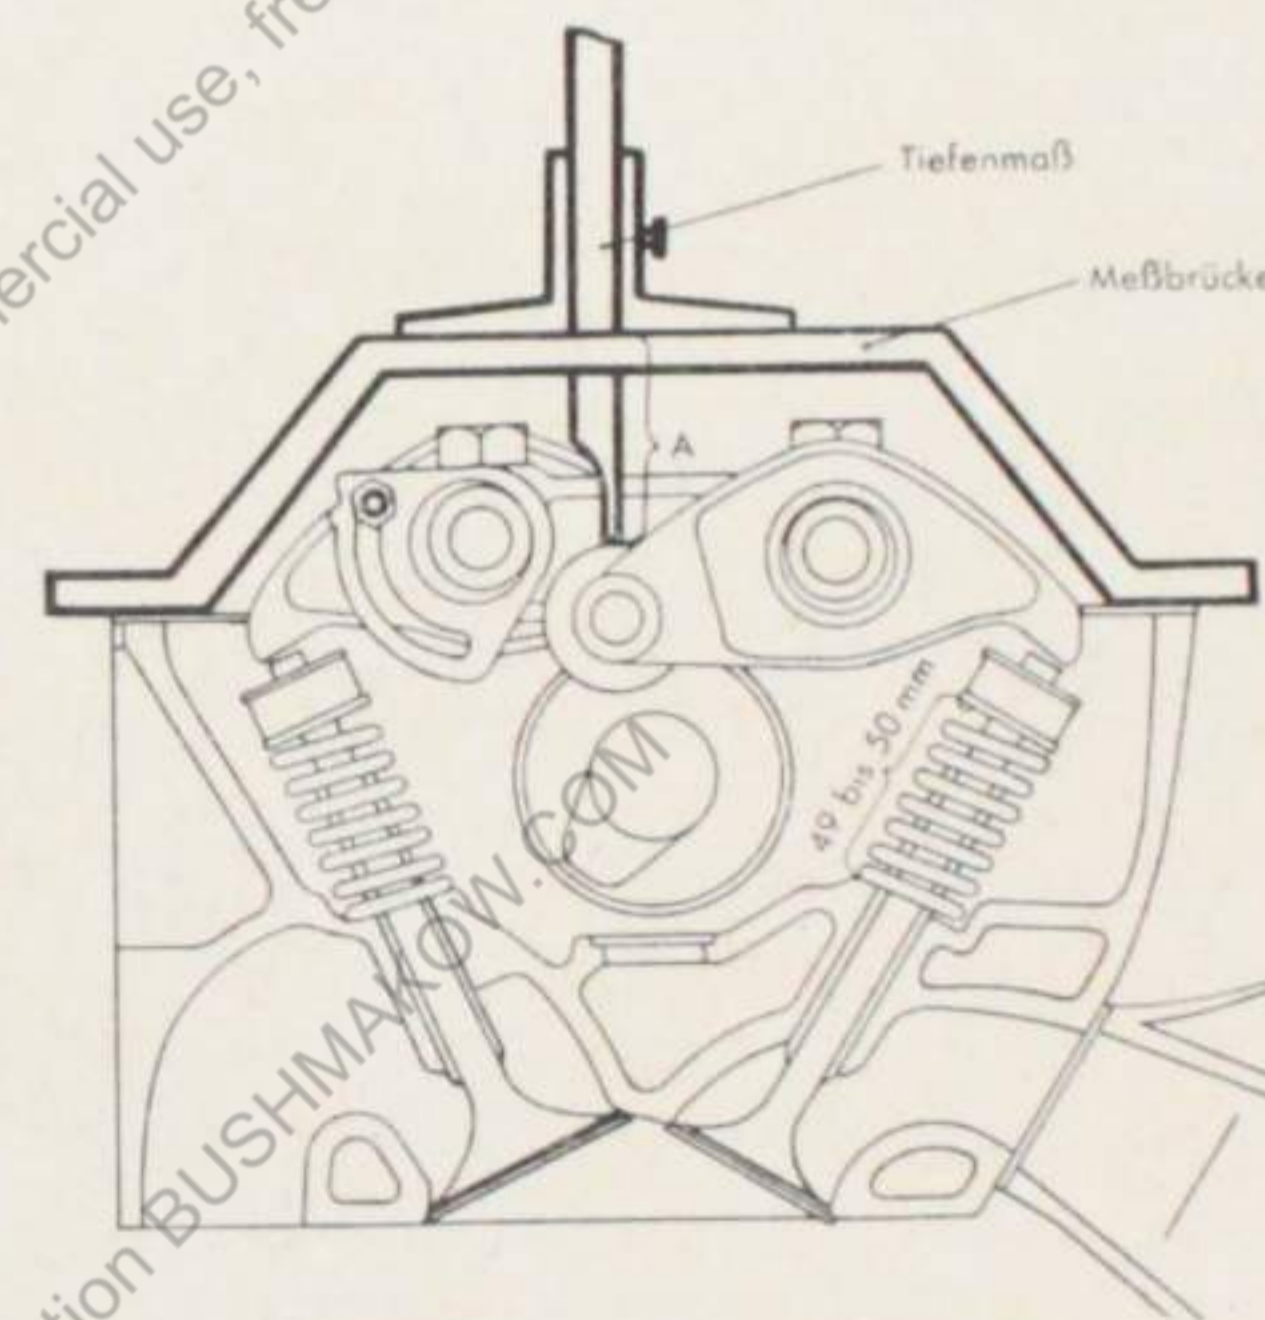

Bild 15
Nach jeder Motorinstandsetzung (Ventile neu eingeschliffen) die **Vorspannung** in eingebautem Zustand prüfen (Bild 15):
**Werkzeug:** Schraubenschlüssel 14 und 19 mm, Drehmomentschlüssel 19 mm mit 10 mkg, Ventillehre, Meßbrücke mit Tiefenmaß (Bild 15, wenn nötig, selbst gefertigt).
9. Meßbrücke auf Zylinderkopf aufsetzen (Bild 15). Mit Tiefenmaß die Entfernung Meßbrücke bis Schwinghebelrolle Auslaßventil (höchster Punkt an der Lauffläche) messen (A im Bild 15)